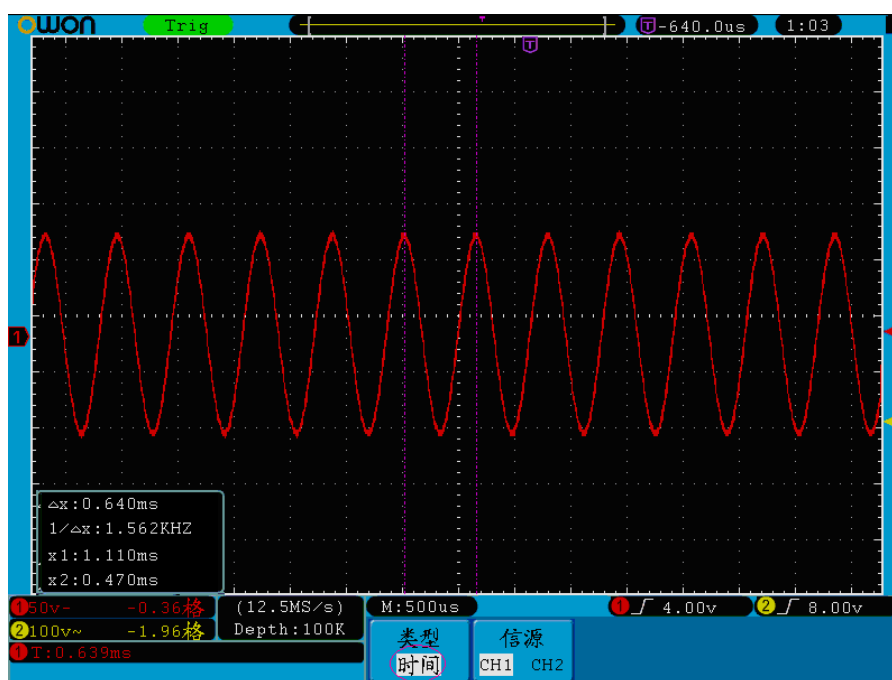

图5-52：时间光标测量波形
4. 根据被测波形，分别转动两个通道的 **垂直位置** 旋钮调整光标1、光标2的位置，位于波形左下方的光标增量窗口显示两光标的绝对时间差及频率和两光标当前的时间。见图5-52：